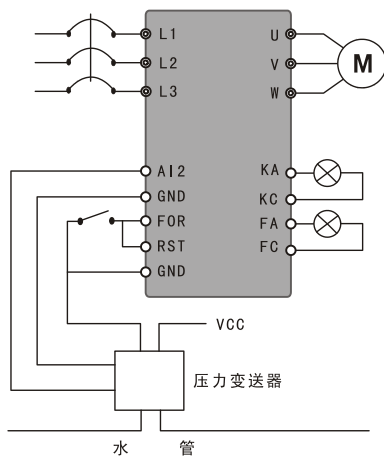

图 F-5 恒压供水-压力变送
(1) 使用压力变送器, 量程 $0 \sim 10\text{kg}$, 反馈 $4 \sim 20\text{mA}$, 要求 5kg 压力供水, 上限 6kg 报警, 下限 4kg 报警, 外部端子起动停止。如图 F-5 所示。